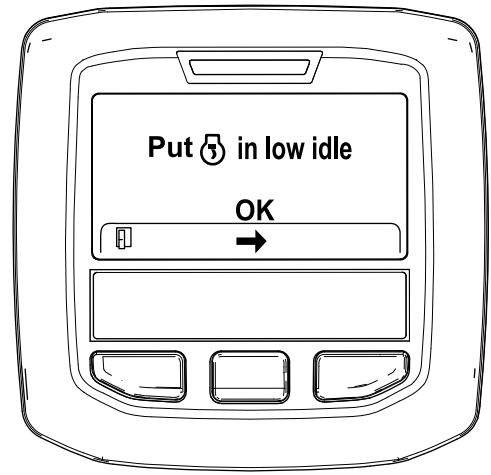

Figura 42
6. Mueva el control del acelerador a RALENTÍ BAJO y pulse el botón central (Figura 42).